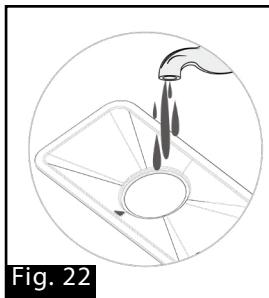

Fig. 22
3. Utilice agua para limpiar el conjunto del filtro (Fig. 22). No utilice lana de acero ni cepillos de hierro. Provocará que el filtro se oxide.